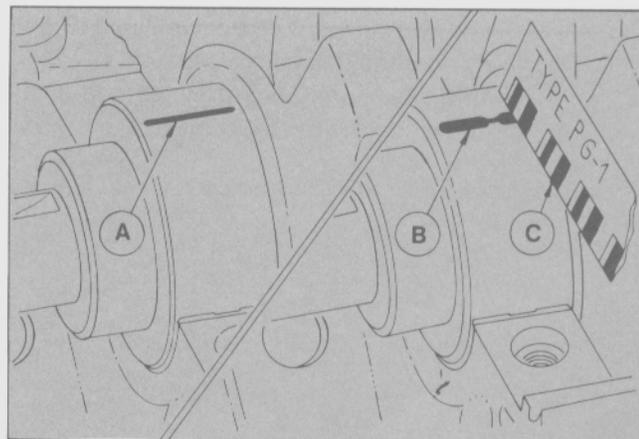

Fig. 37 - Medición del juego radial en el muñón de bancada
- Medir el juego radial de los cojinetes de bancada, siguiendo el procedimiento descrito en el punto 3.3.2. (Fig. 37).